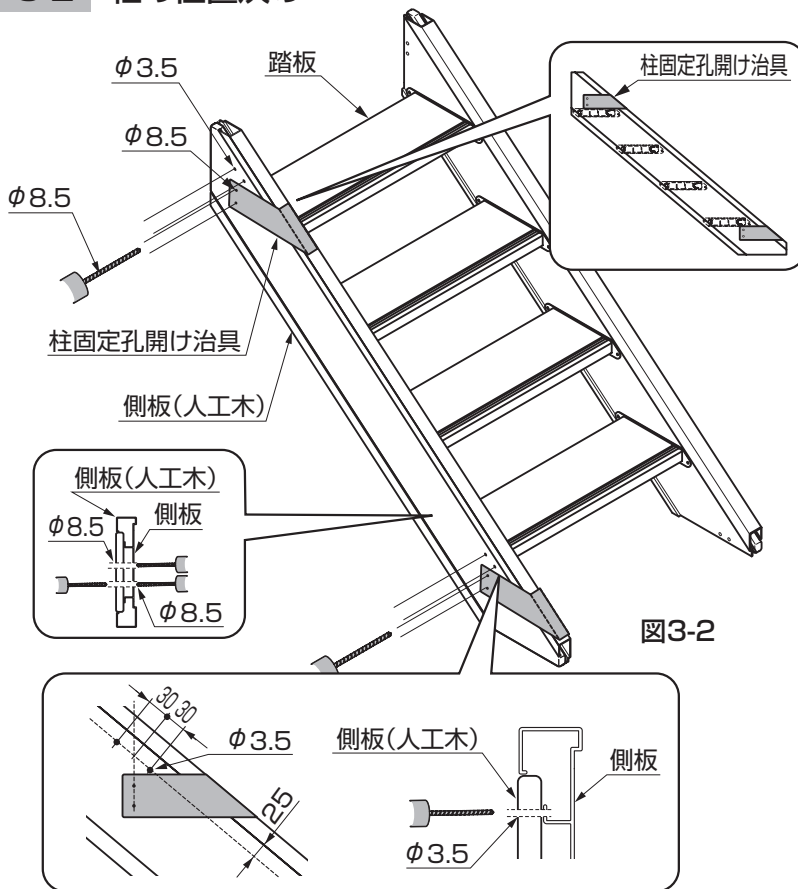

図3-2
- ① 柱固定孔開け治具を図のように使い、踏板面の上か下に合わせて側板の内外両側からφ8.5の貫通孔をあけてください。(図3-2参照)
- ② グリップライン取付金具取付孔の上側にφ3.5の孔を2つあけてください。(図3-2参照)